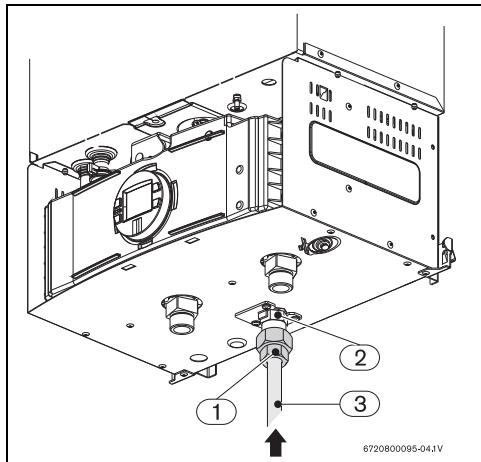

Рис. 26
- Затяните гайку на резьбовом отверстии на газовом входе(Рис. 26 , поз. 1) и используйте медный край (Рис. 26 , поз.2) для пайки трубы к выходу сети (Рис. 26 , поз. 3).